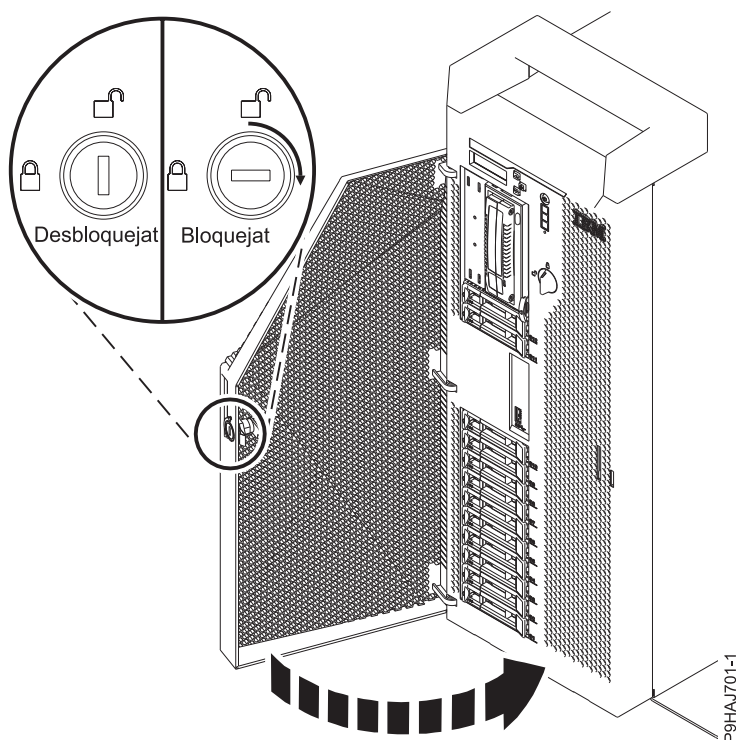

Figura 25. Tancament de la porta frontal
5. Tanqueu la porta frontal. Inserir la clau de la porta frontal al pany, tal com es mostra a la Figura 25 a la pàgina 42. Feu girar la clau cap a la dreta (en el sentit de les agulles del rellotge) per tal de bloquejar la porta. La posició horitzontal és de bloqueig i la posició vertical és de desbloqueig.